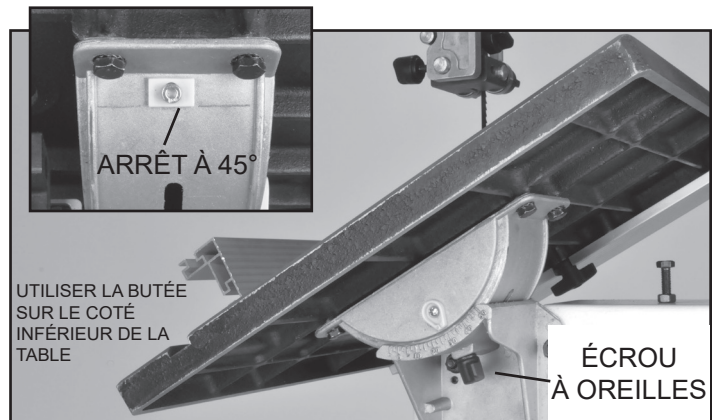

FIGURE 15
1. Pour faire basculer la table, desserrez l'écrou à oreilles (#113) sur le tourillon de table. Réglez la table à l'angle voulu et ensuite serrez l'écrou à oreilles pour bien fixer la table. FIG. 15.
Le tourillon dispose d'un arrêt (#118) qui s'ajuste pour régler l'angle de la table dans un angle précis de 45°. FIG. 15 en retrait.